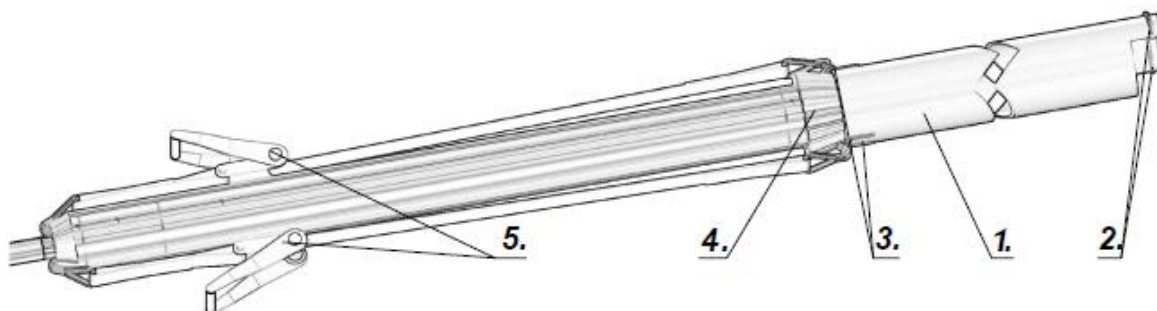

Figura 9.10.1
Batera tevilor din oțel este indicată prin următorii pași (Figura 9.10.1.):
e) Racheta Max trebuie să fie poziționată cu capul înainte în con **(4)** și fixată ferm cu ajutorul chingilor **(5)** pentru stabilirea conectării cu teava. Chingile de pe o parte țin urechile sudate pe tub și mansonul de pe cealaltă parte este în contact cu racheta MAX (consultați figura 9.10.1).